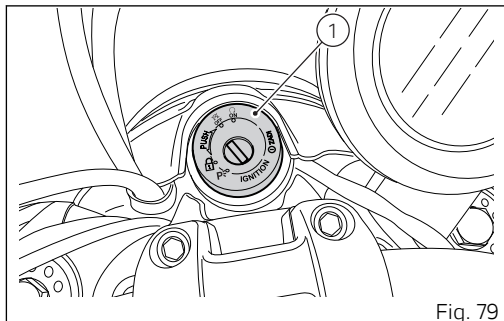

Fig. 79
Colocar el interruptor de arranque en posición (1, Fig. 79). Controlar que el testigo verde N (A) y el rojo  (B) ubicados en el salpicadero se encuentren encendidos.